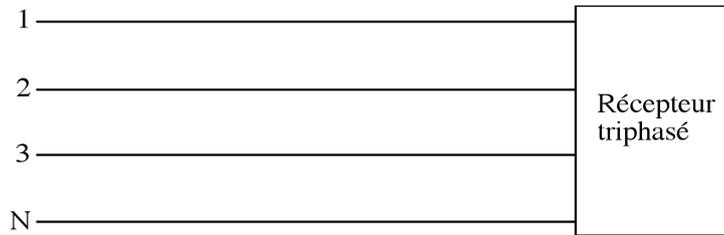

Figure 2
10.1. Compléter la **figure 2** ci-dessous en représentant les condensateurs et leurs fils de branchement.